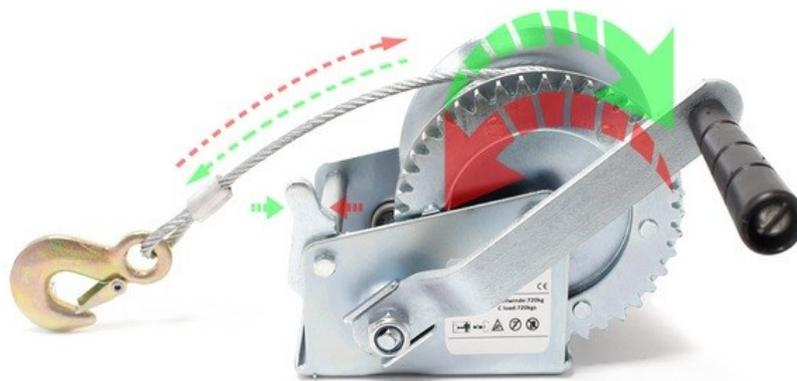

Fig. 2
3. Ajuste el interruptor de bloqueo en función de la tarea (tirar o desenrollar, **véase fig. 2**). El cierre debe encajar completamente en el correspondiente ajuste del extremo. No utilice nunca el cabrestante sin el bloqueo activado.